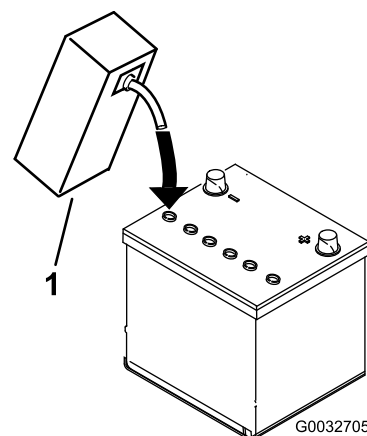

Figura 4
3. Encha cuidadosamente cada célula com eletrólito até as placas estarem cobertas com cerca de 6 mm de fluido (Figura 4).
4. Aguarde aproximadamente 20 a 30 minutos para que as placas fiquem embebidas em eletrólito. Se necessário, volte a colocar eletrólito até ficar cerca de 6 mm acima do fundo do depósito de enchimento (Figura 4).